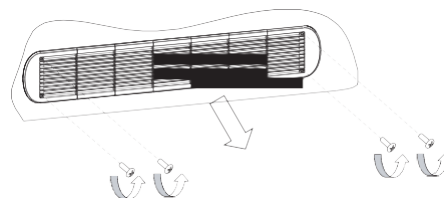

Fig.5-10
- 2) Slăbiți cârligul părții coborâte, ca în Fig.5-10